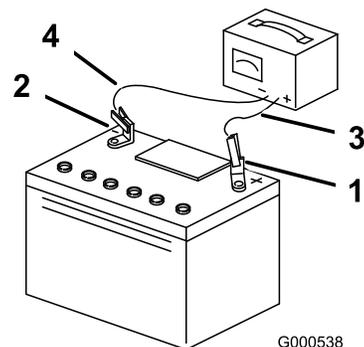

Figura 55
5. Quando le batterie sono completamente cariche, staccate il caricabatterie dalla presa elettrica e scollegate i cavi di ricarica dai poli delle batterie (Figura 55).